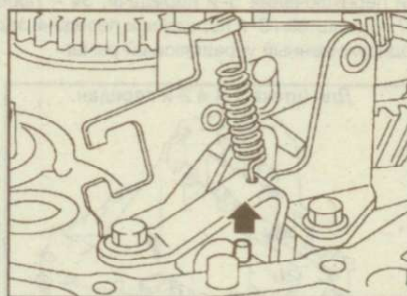

Рис. 9.185. Направление извлечения фиксирующего штифта
5. Извлеките фиксирующий штифт (рис. 9.185).